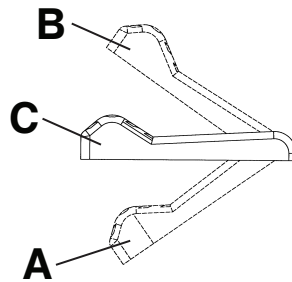

Abbildung 1 – Bremspedal
Zum Aktivieren der Bremsen das Brems-/Steuerpedal (A) herunterdrücken (Abbildung 1). Das Produkt anschieben, um sicherzustellen, dass die Bremsen funktionieren.